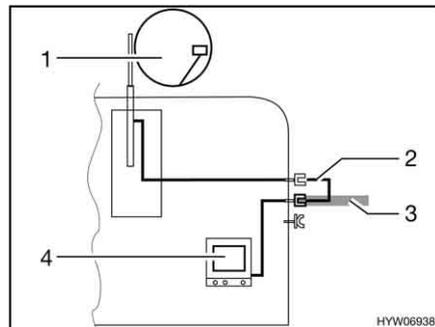

Fig. 133 TV en el vehículo
- TV en el vehículo (Fig. 133,4): Conexión a la antena del techo (Fig. 133,1) con el cable de conexión (Fig. 133,2)
- TV en el vehículo (Fig. 133,4): Conexión a antena externa (Fig. 133,3)